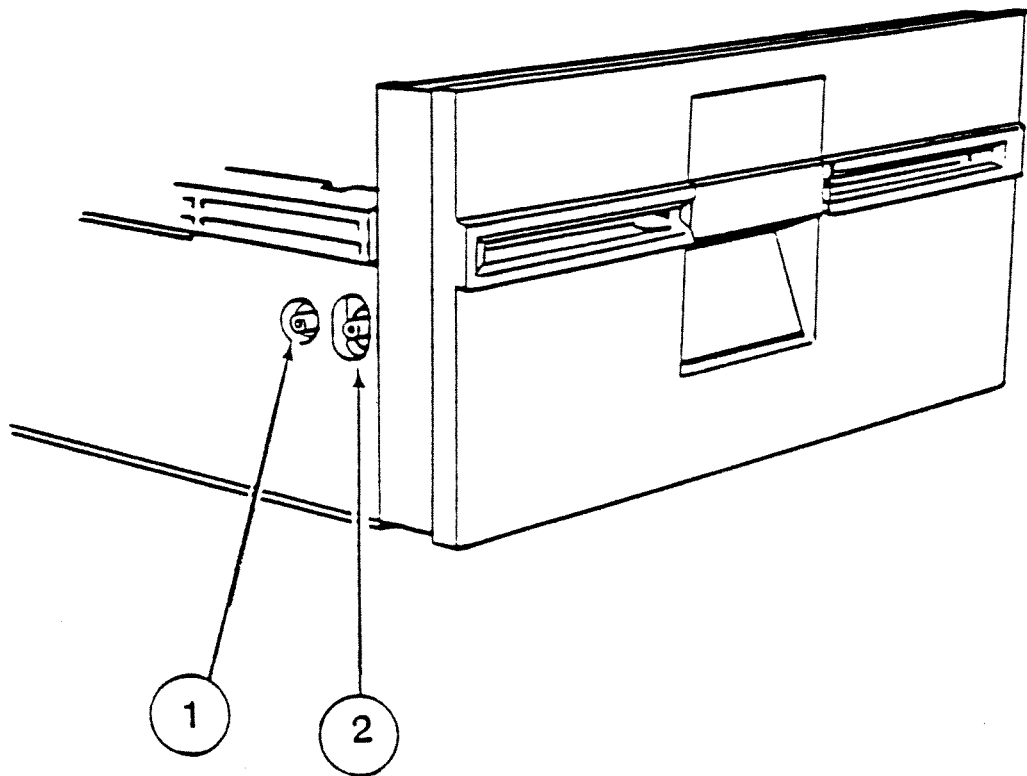

ABBILDUNG 12
2. Beachten Sie die zwei Justierschrauben, die den Schreibschutzschalter festhalten (Abbildung 12, # 1 & 2). Von vorne gesehen befindet sich der Schalter vorne links am Gehäuse. Die hintere Justierschraube (Abbildung 12, #1) bildet einen Drehpunkt für den Schalter; die vordere Justierschraube (Abbildung 12, #2) bestimmt die Position des Schalters.
4. Lockern Sie die hintere und dann die vordere Justierschraube (Abbildung 12, #2), heben Sie den Schalter hoch, bis er außer Betrieb ist, und ziehen Sie dann die vordere Justierschraube fest.
5. Ziehen Sie die hintere Justierschraube fest (Abbildung 12, #1).